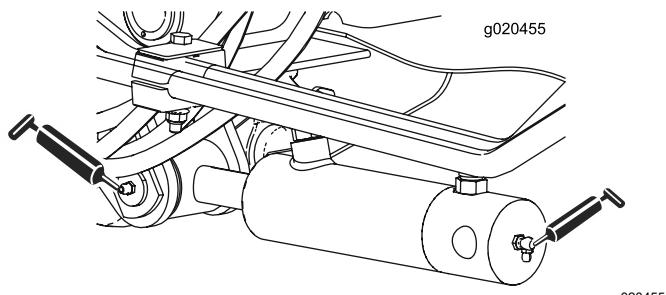

Bild 84
- Zwei (an jeder Seite) Hubarm-Zylinderbüchsen (Bild 84)